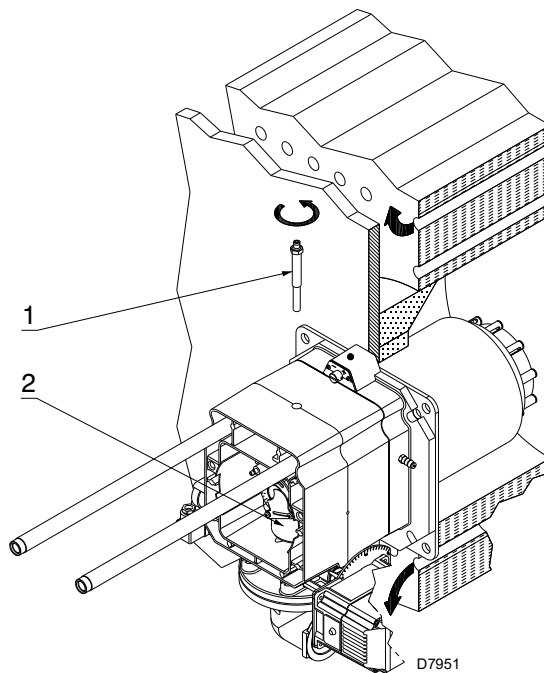

Рис. 15
- снять винт 1)(Рис. 15);
- вынуть внутреннюю часть 2)(Рис. 15) головки и выполнить их настройку.
На этом этапе монтажа головка горения закрепляется на котле, как показано на Рис. 15 на стр. 21.